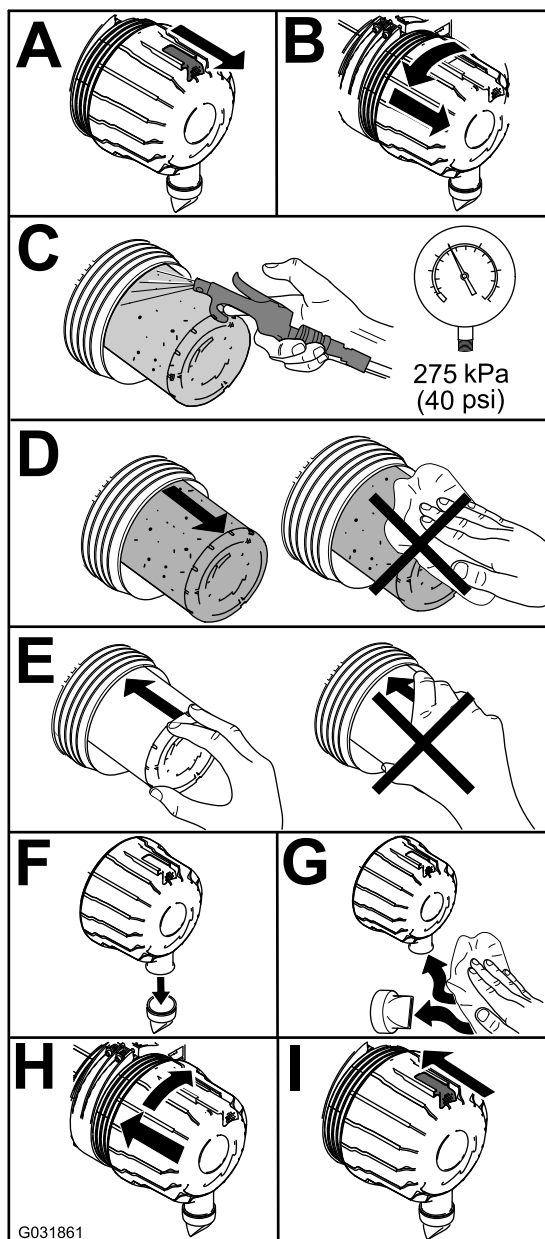

Figura 47
1. Cambie el limpiador de aire (Figura 47).